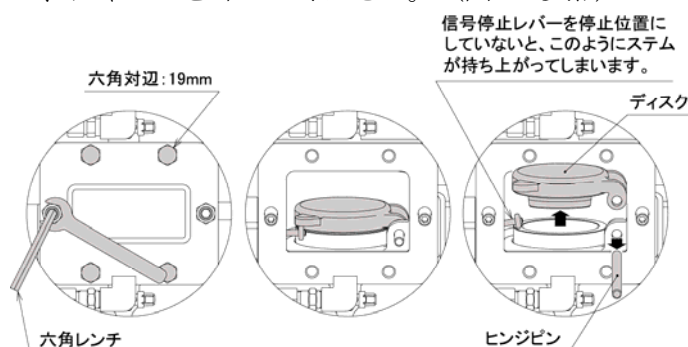

図13. ディスク取外方法
- ⑤バルブ本体のカバーを外してください。（図13参照）
- ⑥ヒンジピンを外して、ディスクを外してください。（図13参照）